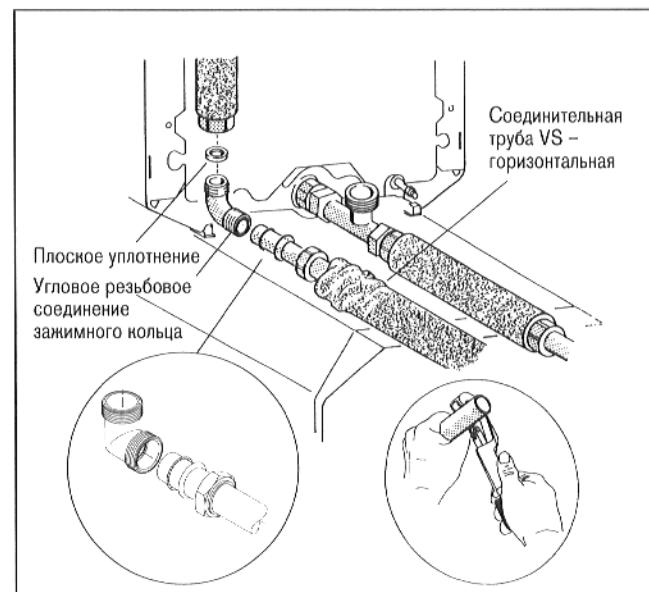

Рис. 10
- Вложить плоское уплотнение в накидную гайку у длинного ответвления только что монтированной соединительной трубы VS и привинтить к этой трубе угловое резьбовое соединение с зажимным кольцом. Выравнить при этом угловое резьбовое соединение с зажимным кольцом в заднем направлении аксиально параллельно к бойлеру (рис. 10).
- При необходимости отрезать горизонтальную соединительную трубу, с одним изгибом, для подводящей линии VS, на указанный в таблице размер (рис. 10).
- Надеть на горизонтальную соединительную трубу VS накидную гайку, зажимное кольцо и о-образное кольцо 26 x 3 и вставить соединительную трубу в нижнюю часть резьбового соединения (рис. 10).
- Привинтить накидную гайку к нижней части резьбового соединения. Выровнить при этом короткое ответвление так, чтобы оно показывало вертикально вниз (рис. 10).